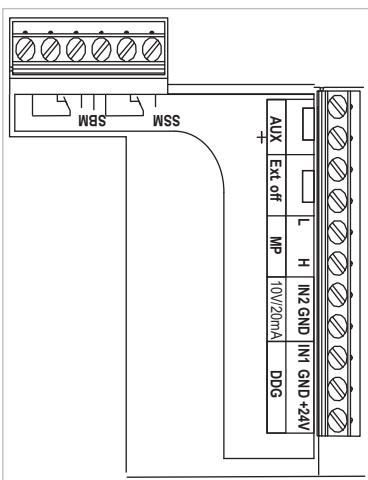

Fig. 23: Terminais de controlo
- Terminais de controlo (fig. 23)